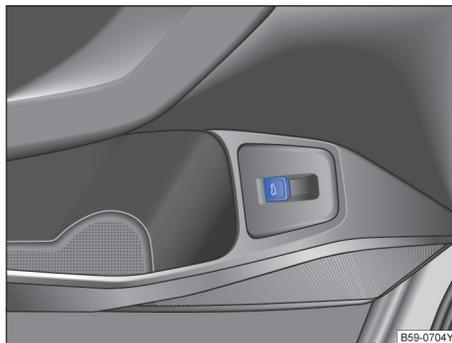

图 59 在驾驶员侧车门内：行李厢盖的开锁按钮
向上拉驾驶员侧车门内的按钮  → 图 59。行李厢盖自动打开。
- 或：向上拉驾驶员车门内的按钮 ☞→图 59。